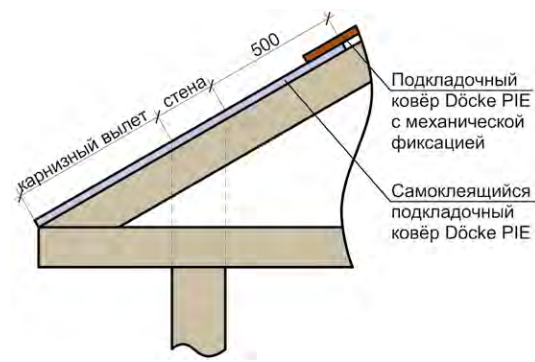
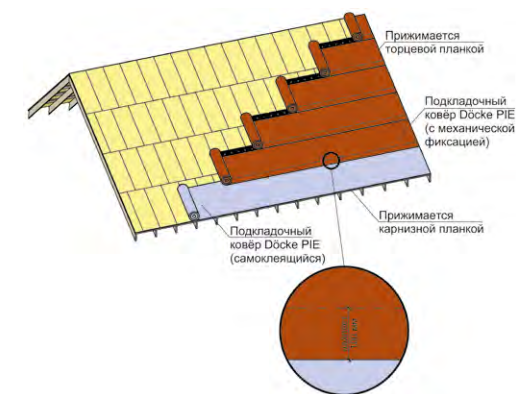

Рис. 8. Схема укладки самоклеющихся подкладочных ковров на карнизный свес.
Рис. 10. Схема расположения подкладочного ковра Döcke (последовательность укладки полотен в соответствии с п. 4.1.2).
4.1.3 В ендову и вдоль карнизного свеса рекомендуется укладывать самоклеющийся подкладочный ковёр Döcke. Величина карнизного свеса равна величине карнизного вылета плюс часть ската над стеной плюс 500 мм (рис. 8). Оставшуюся поверхность скатов допускается укрывать подкладочными коврами Döcke с механической фиксацией (рис. 10, рис 12). Также допускается монтаж самоклеющихся подкладочных ковров Döcke по всей площади кровли.
4.1.8 Крепёж подкладочного ковра – тип 1 (таблица №1). Схема крепления полотен подкладочных ковров Döcke показана на рис. 10. Самоклеющиеся ковры Döcke вдоль карниза снизу прижимаются карнизными планками (п. 5).